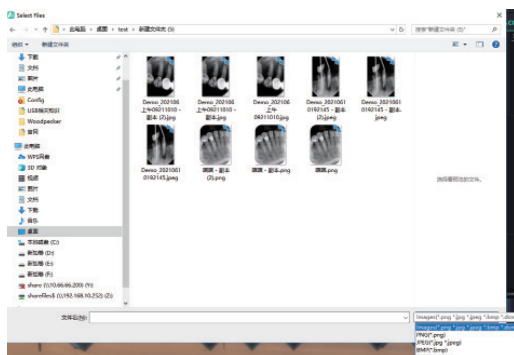
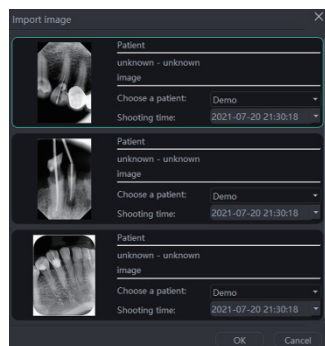

Figura 25
Figura 26
b) Importación de ficheros. Tras introducir el software, pulse el botón "Adquisición". Seleccione el tipo de dispositivo "Importación de archivos" y haga clic en "Importar" para acceder a la interfaz de selección de imágenes. El software admite la importación de imágenes en formato PNG, JPG, JPEG, BMP, DCM y otros, como se muestra en la Figura 25. Una vez seleccionada la imagen, haga clic en "Aceptar" para acceder a la interfaz "Importar imagen", como se muestra en la Figura 26. Puede seleccionar el paciente de destino y el tiempo de disparo para cada imagen, y hacer clic en "Aceptar" para guardar la imagen en el paciente especificado.